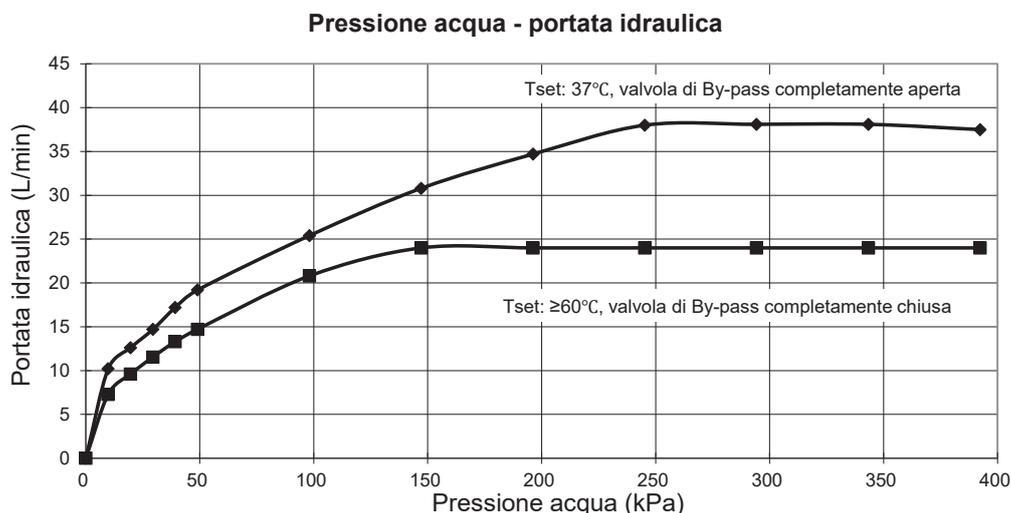

Fig. 6
- Spostare l'interruttore nr.8 della bancata SW1 in posizione 'OFF' per riportare l'apparecchio in "regime di funzionamento normale" (Fig.6).